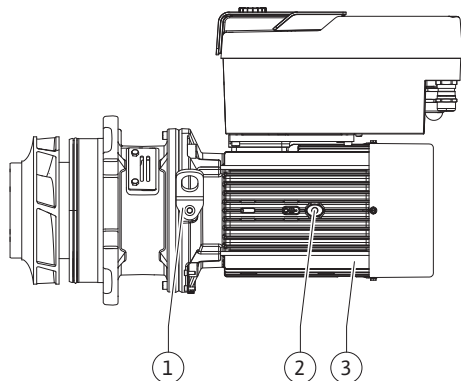

Fig. 107: Kit embrochable
13. Insérer le kit embrochable (voir Fig. 107) dans le corps de pompe jusqu'à l'ancienne position ou à un angle différent. Respecter les positions de montage admissibles des composants (voir le chapitre « Positions de montage autorisées et modification de la disposition des composants avant l'installation » [► 260]).
14. L'utilisation de goujons de montage est recommandée (voir le chapitre « Accessoires » [► 255]). Lorsque le guidage de la lanterne est sensiblement engagé (environ 15 mm avant la position finale), il n'y a plus de risque de basculement ou de coincement. Dès que le kit embrochable est sécurisé par au moins une vis (Fig. I/III, pos. 10 ou Fig. III/IV, pos. 29), les éléments de fixation peuvent être retirés des œillets de transport.
15. Visser les vis (Fig. I/III, pos. 10 ou Fig. III/IV, pos. 29) sans toutefois les serrer entièrement. Le kit embrochable s'insère dans le corps de pompe à mesure que les vis sont serrées.